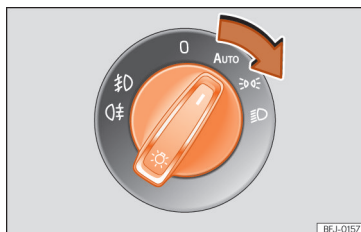

Fig. 95 Painel de instrumentos: comando das luzes.
- Rode o interruptor para a posição desejada »»» **Fig. 95**.
- Ligue a ignição e rode o interruptor das luzes para a posição **AUTO** **Fig. 95.**
• Rode o interruptor das luzes para outra posição diferente de **AUTO** »» **Fig. 95.**